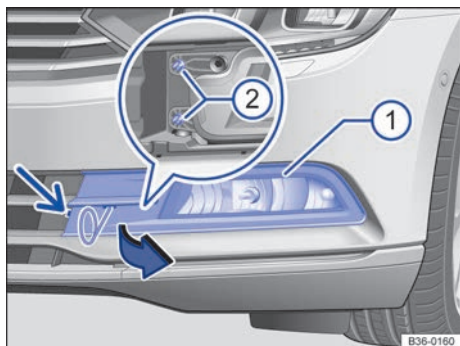
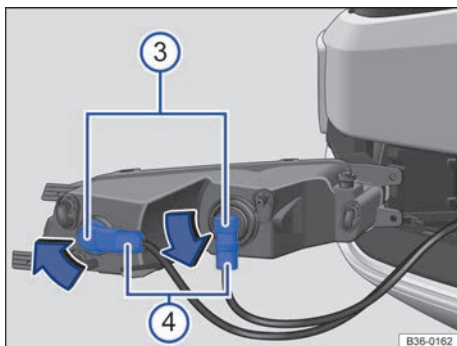

Fig. 309 En el lado izquierdo del paragolpes delantero: faro para la luz antiniebla y la luz diurna.
Fig. 310 Cambiar la lámpara del faro.
2. Desenrosque por completo el tornillo de fijación de la cubierta → fig. 309 (flecha pequeña) con el destornillador de las herramientas de a bordo → pág. 440.
3. Introduzca el gancho de alambre de las herramientas de a bordo → pág. 440 en el rebaje tal y como se muestra y tire de la cubierta → fig. 309 ① hacia delante, en el sentido de la flecha, con el gancho.
4. Desenrosque los tornillos de fijación del faro ② con el destornillador.
5. Tire del faro hacia delante y extráigalo del paragolpes → fig. 310.
6. Desbloquee el conector ④ de la lámpara averiada y desacóplelo.
7. Para desbloquear la lámpara ③, gírela en el sentido de la flecha y extráigala del faro.
9. Coloque la lámpara ③ en el faro y gírela en el sentido contrario al de la flecha → fig. 310, hasta el tope, hasta situarla en su posición original.
11. Encaje el conector ④ en la lámpara hasta que oiga que ha encastrado.
13. Enrosque los tornillos de fijación del faro → fig. 309 ②.
14. Vuelva a colocar la cubierta ① en el paragolpes y encástrela.
15. Enrosque el tornillo de fijación de la cubierta → fig. 309 (flecha pequeña).